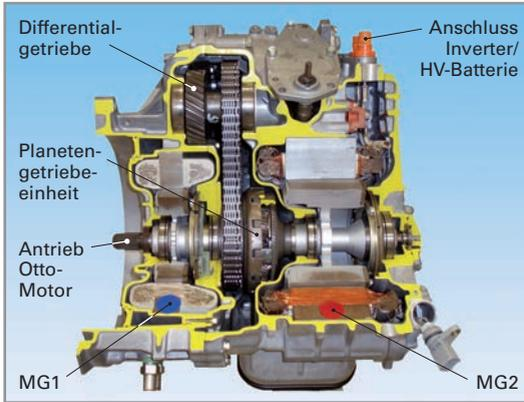

**Bild 1: Vergleich Elektro- und Benzinmotor**
**Drehmomentunterstützung.** Das Drehmoment des Verbrennungsmotors kann in bestimmten Betriebszuständen, z.B. Anfahren oder Vollast, durch Elektromotoren unterstützt werden. Vor allem für das Anfahren sind die Elektromotoren gut geeignet, da sie bei geringer Drehzahl über ein großes Drehmoment verfügen (**Bild 1**).